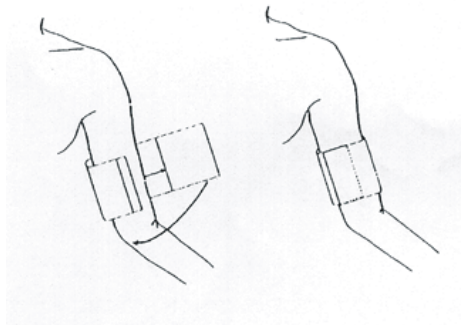

Figura 13-1 Posizionamento del manicotti.
2. Applicare il manicotto al braccio od alla gamba del paziente, seguendo le istruzioni riportate sotto (Figura 13-1).